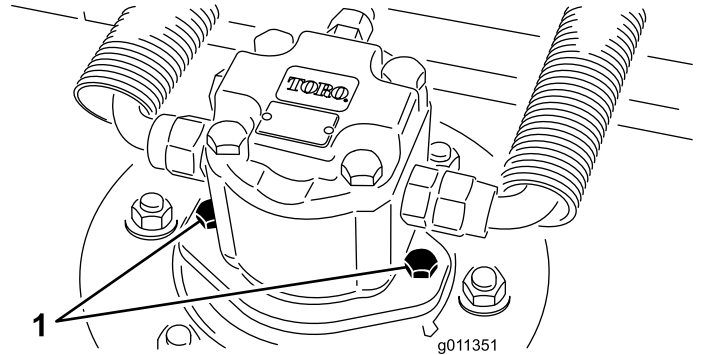

图 85
2. 从滚刀组中断开并取出液压马达图 85。盖住锭轴的顶部防止污染。
3. 将液压马达安装到滚刀组上图 85。确保 O 形圈到位且没有受到损坏。